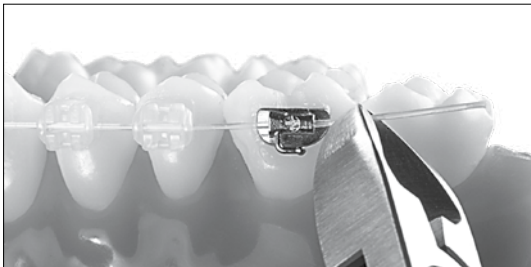

Fig. 3 : Sectionner l'arc un peu plus loin que le tube molaire.
- Sectionner l'extrémité de l'arc en le laissant un peu dépasser du tube molaire. Le sectionner avec une pince coupante pour ligatures (par exemple : pince REF 014-151-00), pas avec une pince coupante distale (Fig. 3).